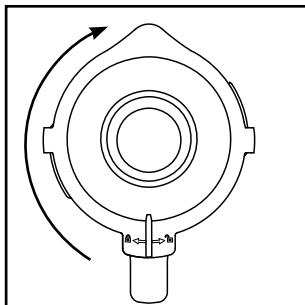

Fig. 2
- 4) Premere saldamente di nuovo il coperchio **2** sull'inserto mixer **3** in modo sfalsato. Chiudere il coperchio **2**, ruotandolo in senso orario nella posizione fino a percepirlne l'innesto (vedere Fig. 2). Verificare che il beccuccio dell'inserto mixer **3** sia chiuso. Il motore può avviarsi solo quando il coperchio **2** è posizionato a filo.